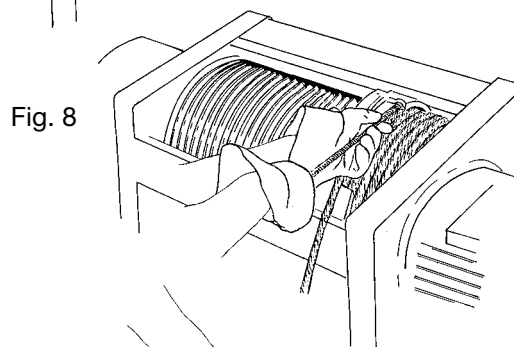
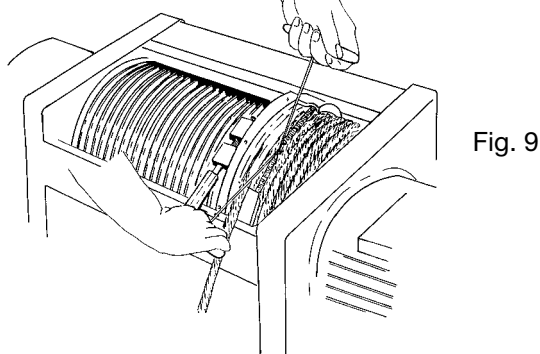
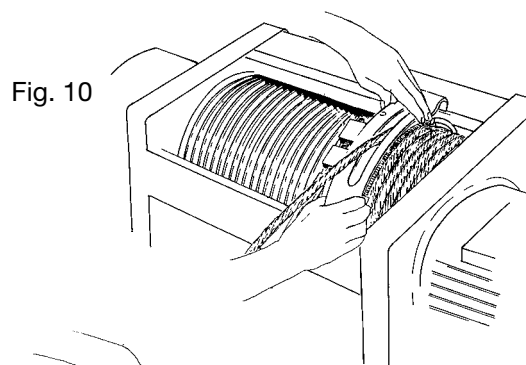
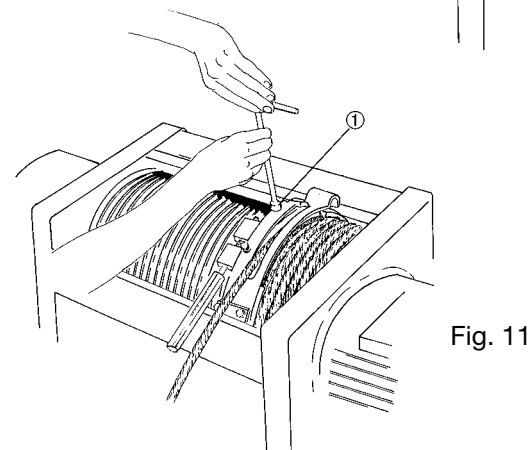

Fig. 8
Fig. 9
Fig. 10
Fig. 11
Monter wirespændings-fjederen i den særlige åbning inde i ringen (fig. 8) og luk den ved at påhægte den (fig. 9). Sæt wireføringsglideskoen på (Fig. 10) og stram skruerne pos. 1 (Fig. 11).